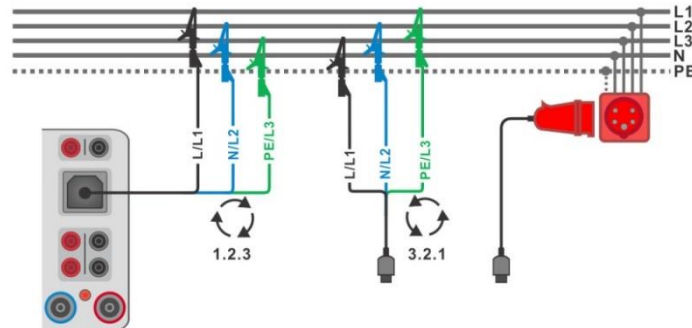
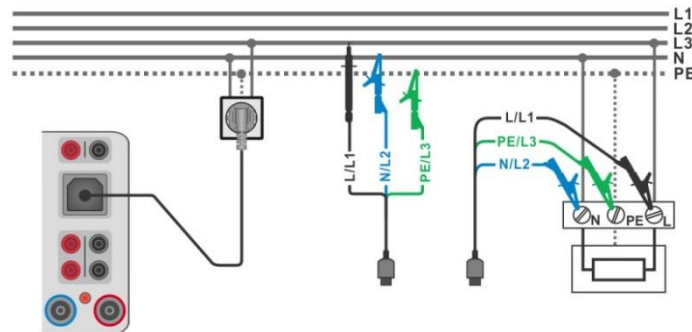

Abbildung 6.62: Anschluss des 3-Leiter Prüfadapters und des optionalen Adapters im Drei-Phasen-System
Abbildung 6.63: Anschluss des Commander-Prüfsteckers und des 3-Leiter Prüfadapters im Ein-Phasen-System
- › Verbinden Sie das 3-drahtige Prüfkabel oder das Steckerprüfkabel mit dem zu prüfenden Objekt (siehe **Abbildung 6.62** und **Abbildung 6.63**).